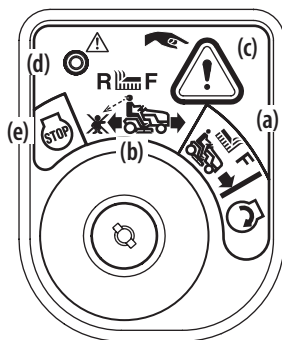

Figure 20
2. Déplacez la clé de la position DE TONTE NORMALE  (a) à la position MODE DE TONTE EN MARCHÉ ARRIÈRE  (b). Voir la Figure 20.
3. Appuyez sur le BOUTON-POUSOIR DE MARCHÉ ARRIÈRE (bouton triangulaire orange)  (c) dans le coin supérieur droit du module d'allumage. Le témoin lumineux rouge dans le coin supérieur gauche s'allume quand la marche arrière est embrayée. Voir la Figure 20.